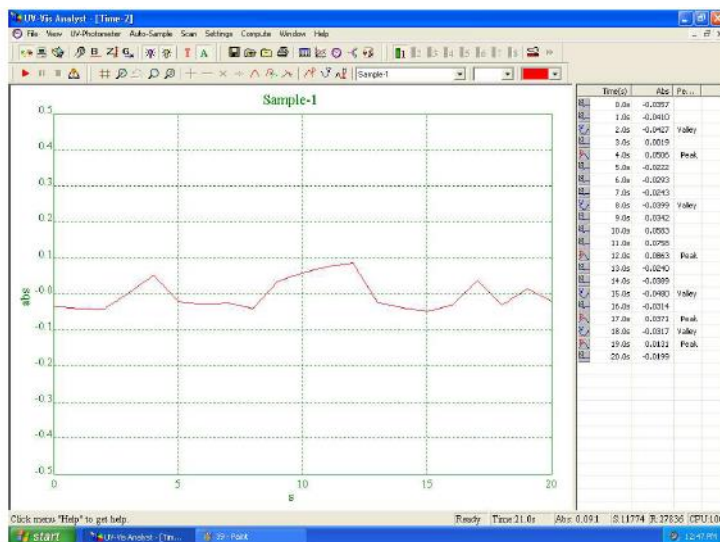

Fig. 4-40
5. Pon una muestra en el compartimento de muestra.  en la barra de herramientas. El instrumento comenzara a escanearla automáticamente. La grafica aparecerá en la pantalla durante el escaneado. Se puede detener pulsando  (Fig 4-40).